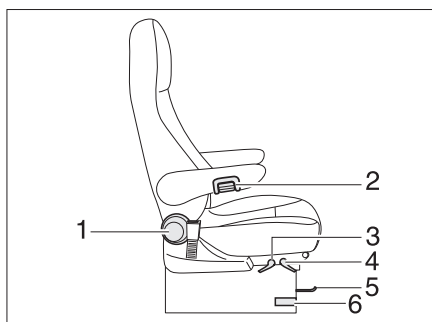

Fig. 96 Asiento del conductor y del acompañante
- Presionar o tirar la palanca para girar los asientos (Fig. 96,6). El asiento se desbloquea.